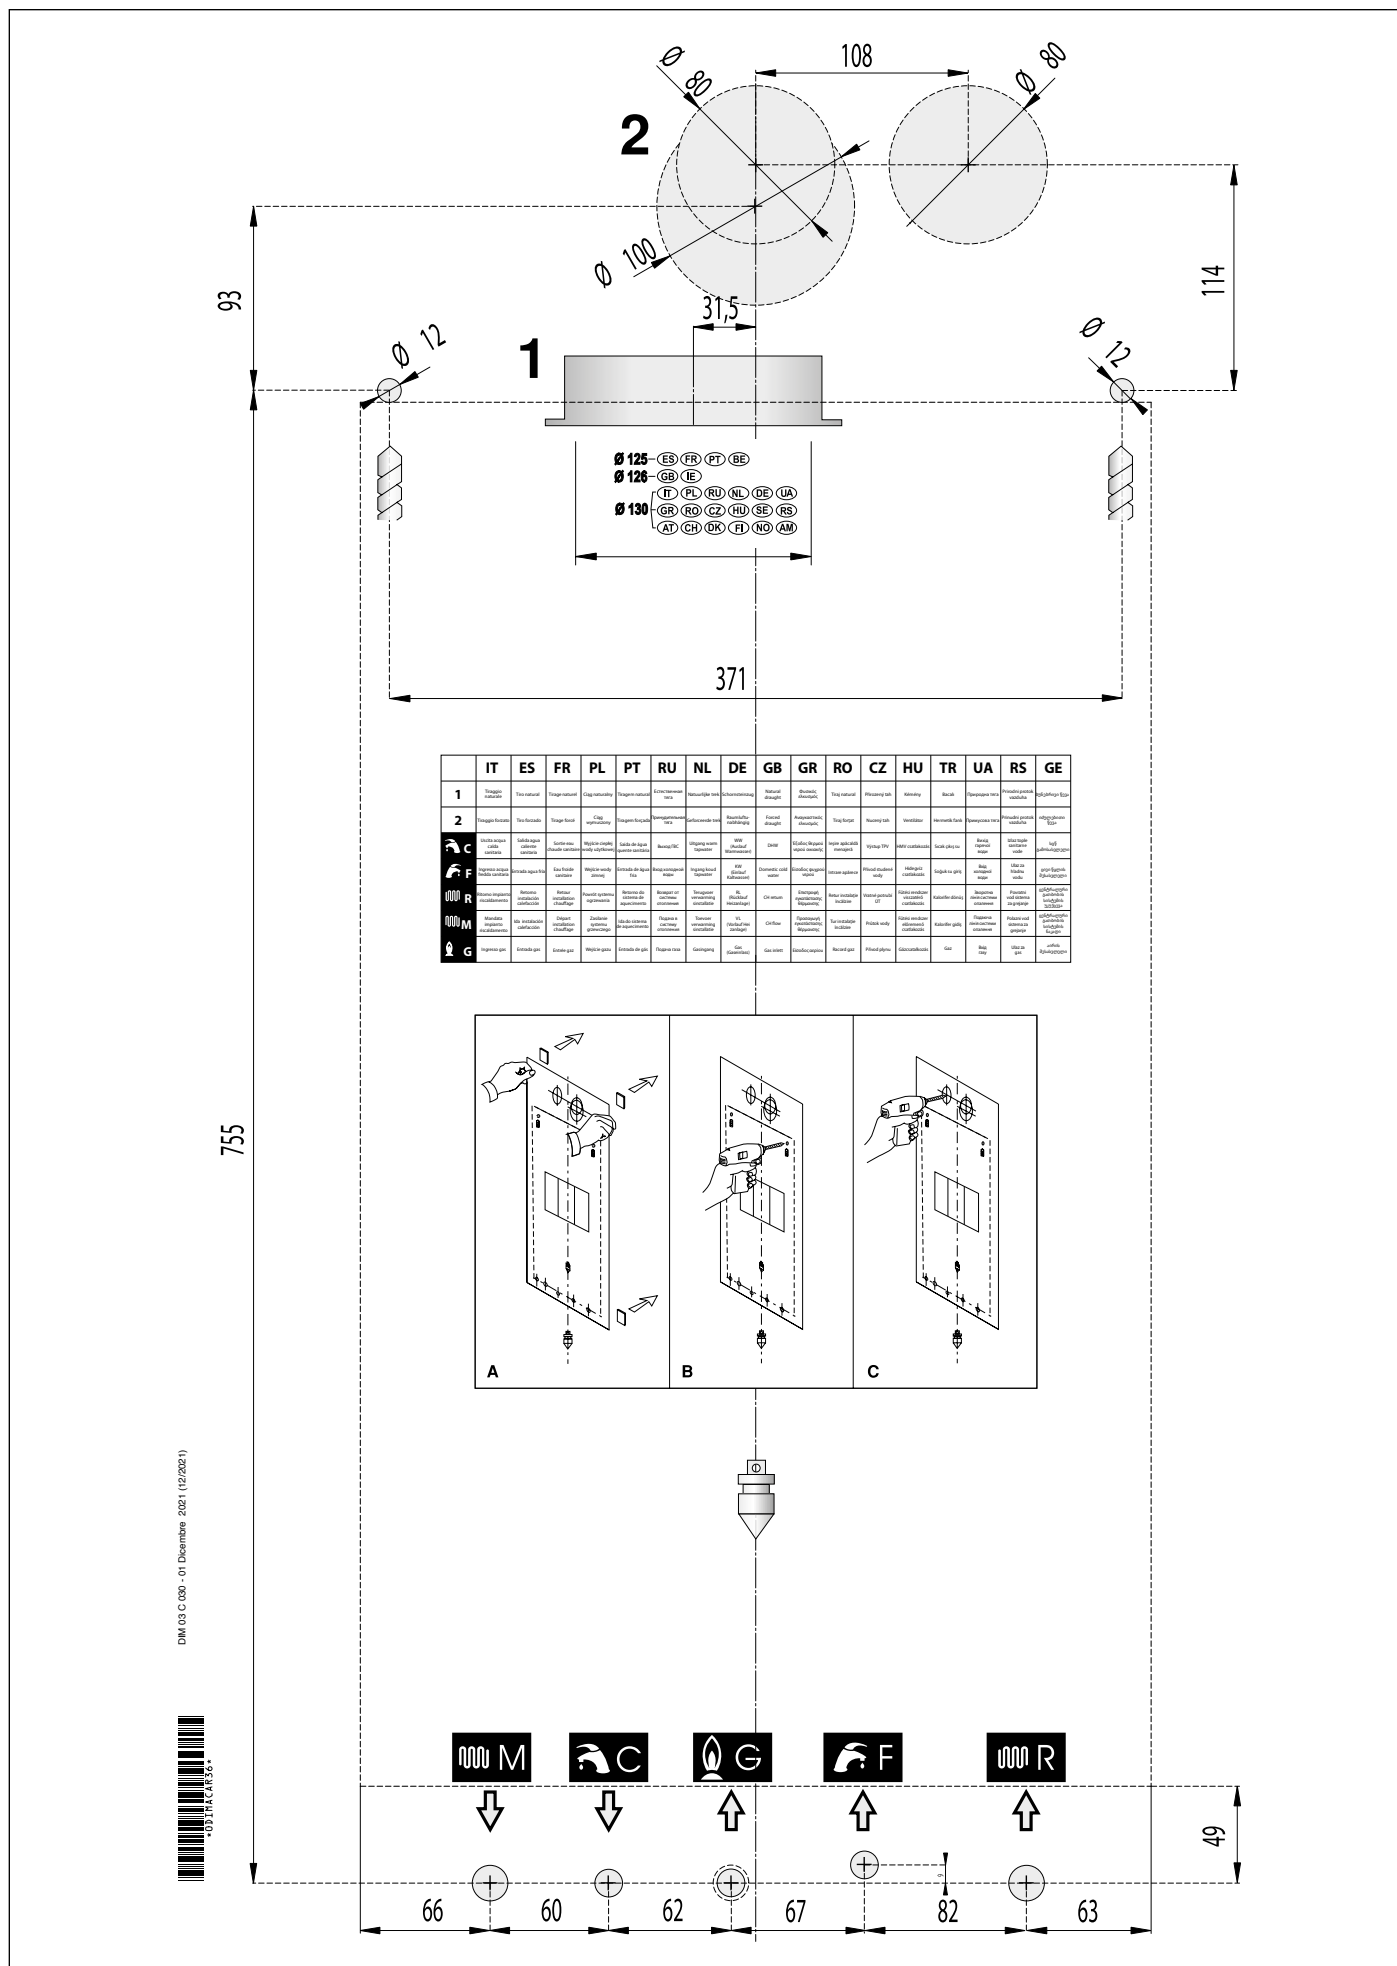

Рис. 5 Паперовий шаблон.
- монтажний паперовий шаблон (див. Рис. 5 Паперовий шаблон.);
Кожний котел забезпечений спеціальним паперовим шаблоном, що знаходиться в упаковці (див. Рис. 5 Паперовий шаблон.).
Подаюча та зворотні лінії контуру опалення повинні підключатися за допомогою підключень 3/4" **M** та **R** (дивись Рис. 5 Паперовий шаблон.).